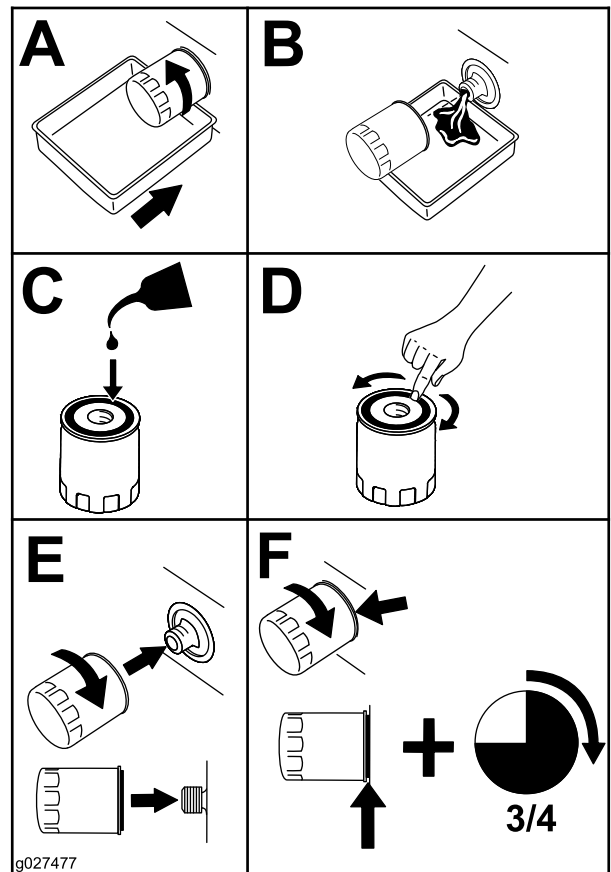

Bild 19
- Wechseln Sie den Motorölfiler aus (Bild 19).